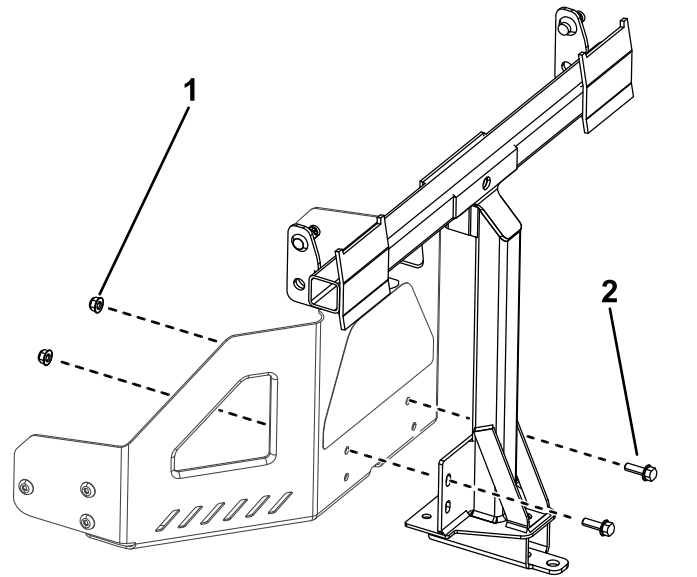

Figura 6
2. Montate il telaio del perno sulla macchina come illustrato nella Figura 6. Fissate il telaio del